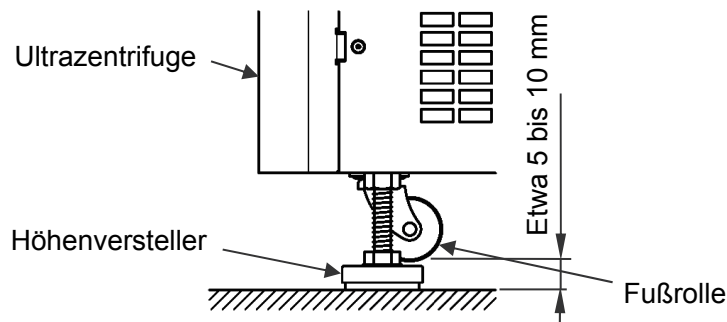

Abb. 5-2 Nivellierung
(1) Drehen Sie die Höhenversteller unter Bezugnahme auf Abb. 5-2 mit einem Maulschlüssel, bis die Fußrollen 5 bis 10 mm über dem Boden schweben.